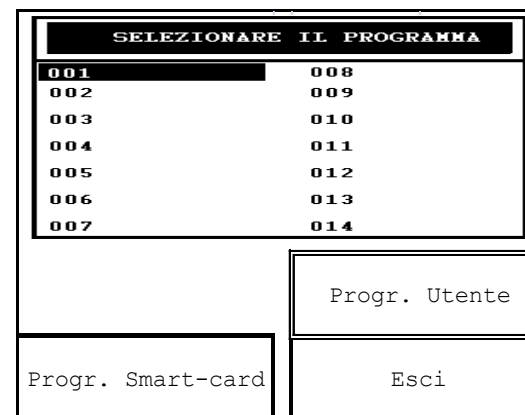

Fig.19
1. premere il tasto funzione relativo al pulsante "CREA PROGRAMMA" (vedi fig. 5); compare la seguente schermata (vedi fig. 19):
- premere il tasto funzione relativo al pulsante "CREA PROGRAMMA" (vedi fig.5); compare la schermata fig. 19, che seleziona la memoria utente come memoria secondaria di default per il salvataggio di programmi personalizzati, creati con la funzione "Crea Programma".
In caso di inserimento non corretto della smart-card nella propria fessura, un messaggio di errore avvisa l'operatore di smart-card non inserita; dopo qualche secondo di attesa, si ritorna alla schermata di fig. 19
- premere il tasto funzione relativo al pulsante PROGR. UTENTE, compare la schermata di fig. 19